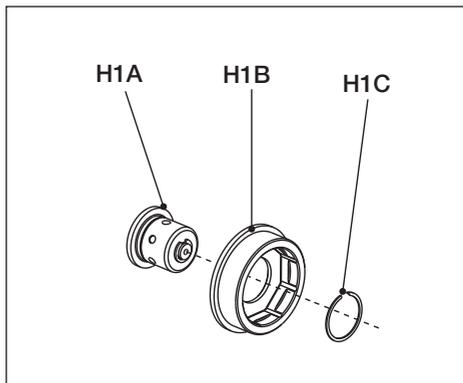

Fig. 27
5.3.10 Botão de liberação do eixo de acionamento - desmontagem e remontagem (fig. 27)